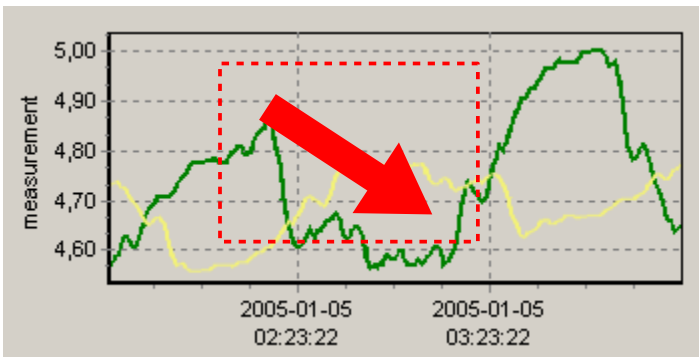

Abb. 3.7. Kurve vergrößern
- **Kurve vergrößern** - eine Kurve lässt sich vergrößern, indem der interessierende Bereich mit dem Mauszeiger markiert wird. Dazu klicken Sie zuerst mit der linken Maustaste auf die Kurve und halten diese gedrückt und ziehen dann den Zeiger zur rechten unteren Ecke der Kurve. Das so markierte Rechteck wird vergrößert (Abb. 3.7).